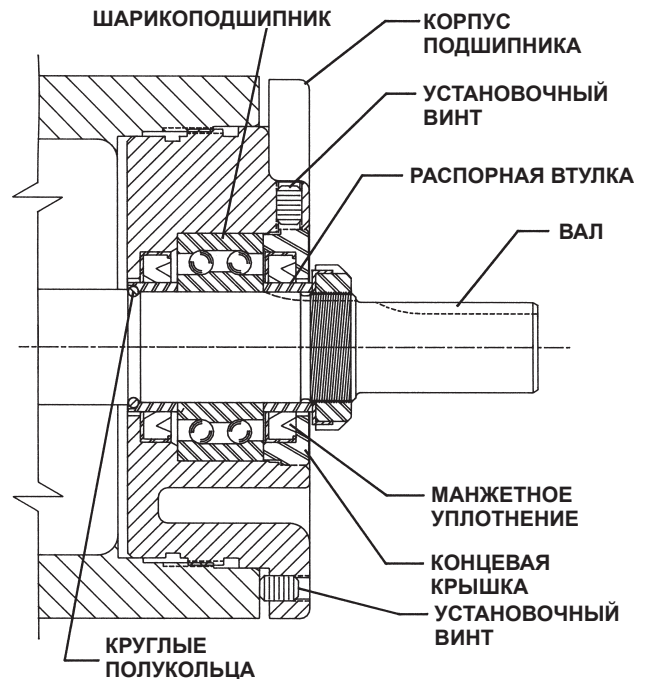

РИС. 7
4. На торце корпуса подшипника отпустите два винта с головкой под ключ и снимите корпус подшипника с кронштейна. См. рис. 7.